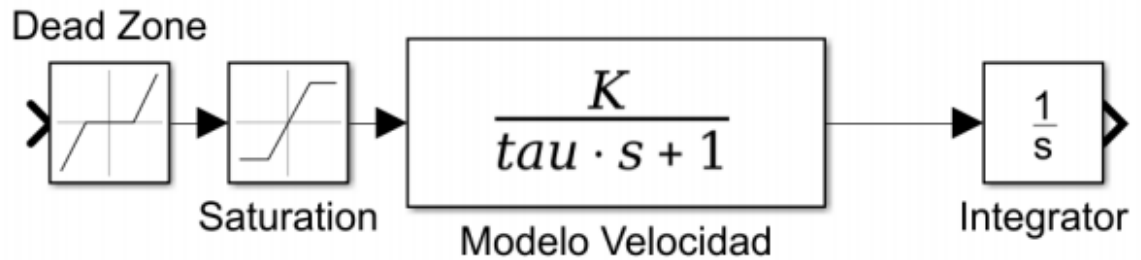

Figura 1 Sistema de modelo motor DC incluyendo no linealidades de proyecto de aula
2. El sistema de servo-posicionamiento mostrado en la figura 1, es idéntico al que usted está implementando en su proyecto de control digital, plantee un sistema de control para la velocidad angular
- a. (0.2 puntos) Desde el punto de vista físico, a qué se pueden asociar las no linealidades planteadas en el diagrama de la figura 1. De la descripción de cada fenómeno por separado y asócielo a cada efecto de la figura 1.